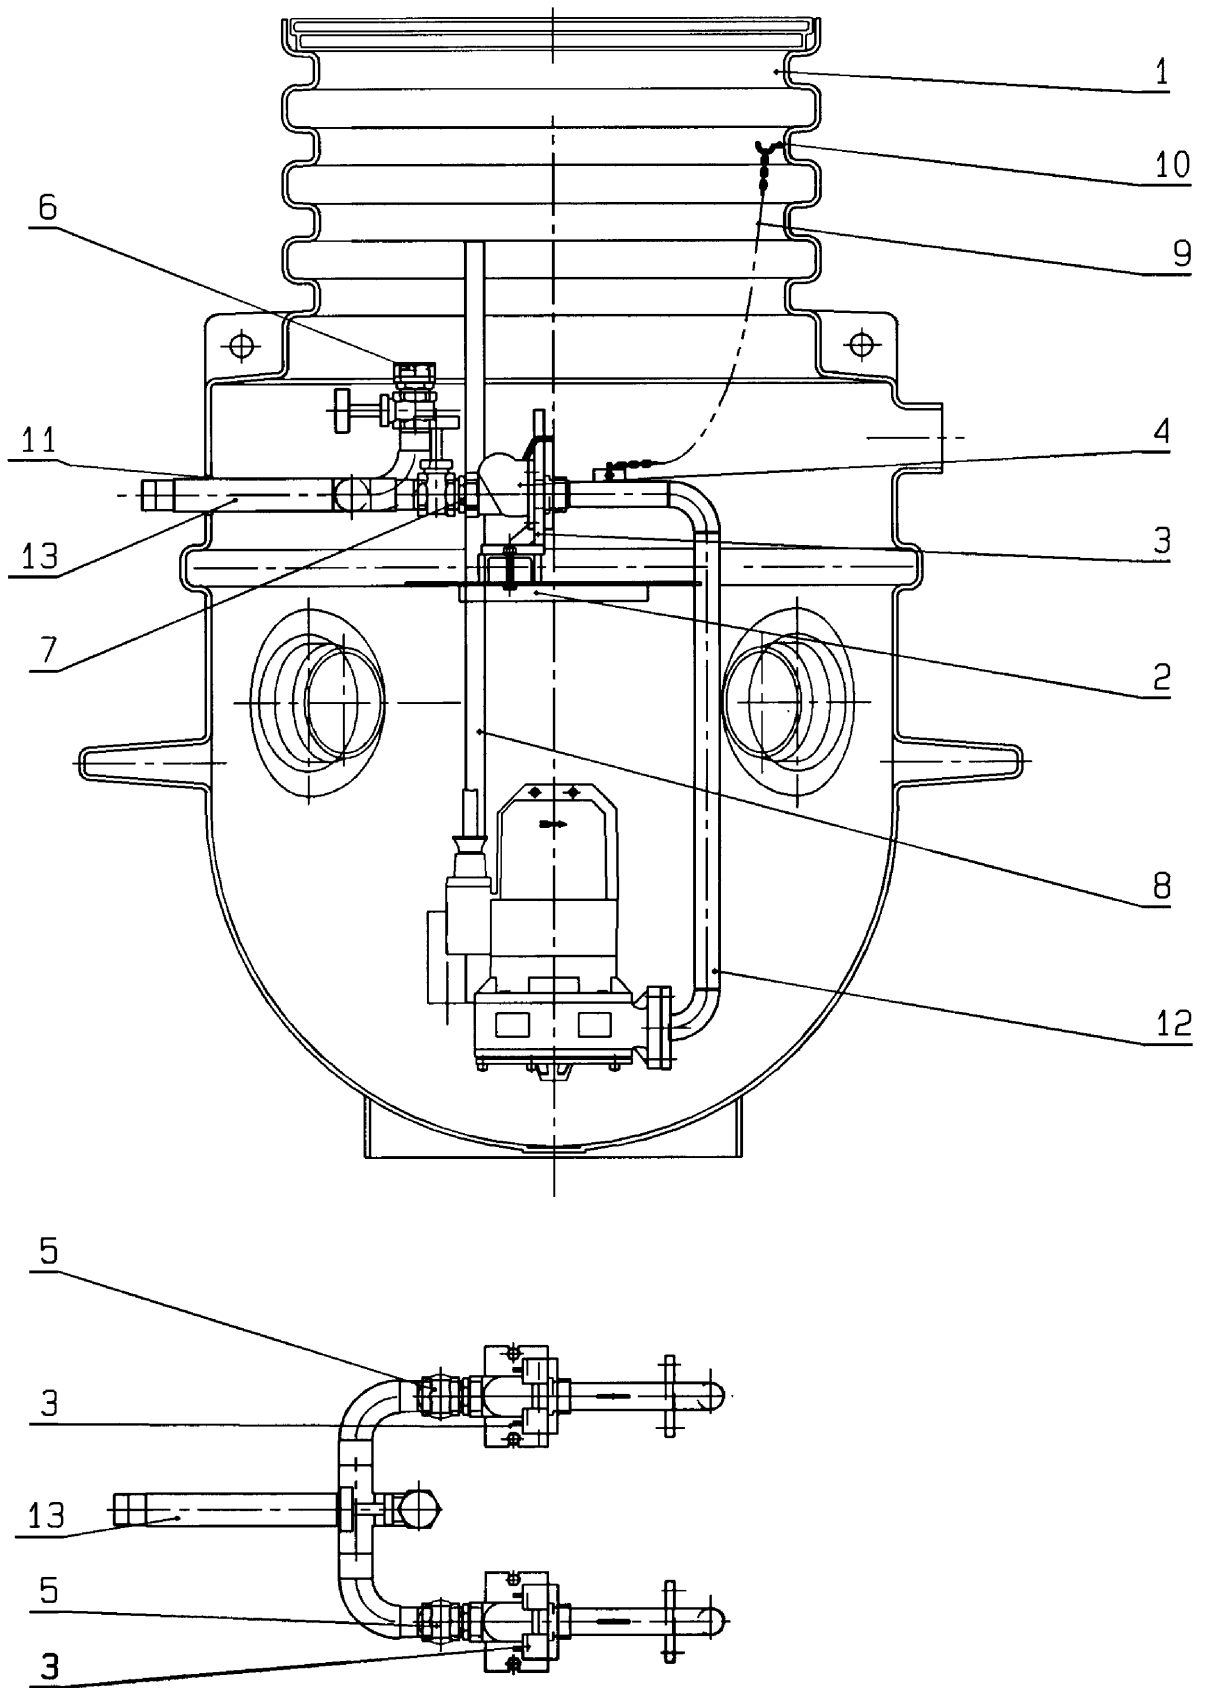

Fig. 2
#### **4.1. Opis urządzenia (rys. 1 i rys. 2)**
(rys. 1) lub WS 1100 E/D dla dużych pomp pojedynczych lub pomp podwójnych (rys. 2). Żłobki na jednej części ściany studzienki oraz kołnierz zabezpieczają studzienkę przed wypłynięciem wskutek siły wyporu. W celu podłączenia jednej lub dwóch pomp zatapialnych montuje się w studziencie następujące części:
W zależności od potrzeby orurowanie dostarcza się albo wykonaniu dla jednej pompy albo w wykonaniu dla dwóch pomp (rys. 2).
- Przy ekstremalnych właściwościach gruntu i wysokim poziomie wody gruntowej należy zabezpieczyć studzienkę przed wypłynięciem przez położenie na kołnierzu odpowiednio ciężkich kawałków betonu (rys. 2). Obciążenie betonowe powinno być ustawione sztywno na gruncie znajdującym się obok kołnierza, a nie na samych płetwach. pomiędzy beton i kołnierz nasypać piasku. W normalnych warunkach tego rodzaju zabezpieczenie nie jest potrzebne
- Wsunąć drążek mocujący (rys. 1 i rys. 2, poz. 8) wraz z czujnikiem poziomu do przewidzianej do tego celu szczeliny w belce poprzecznej.